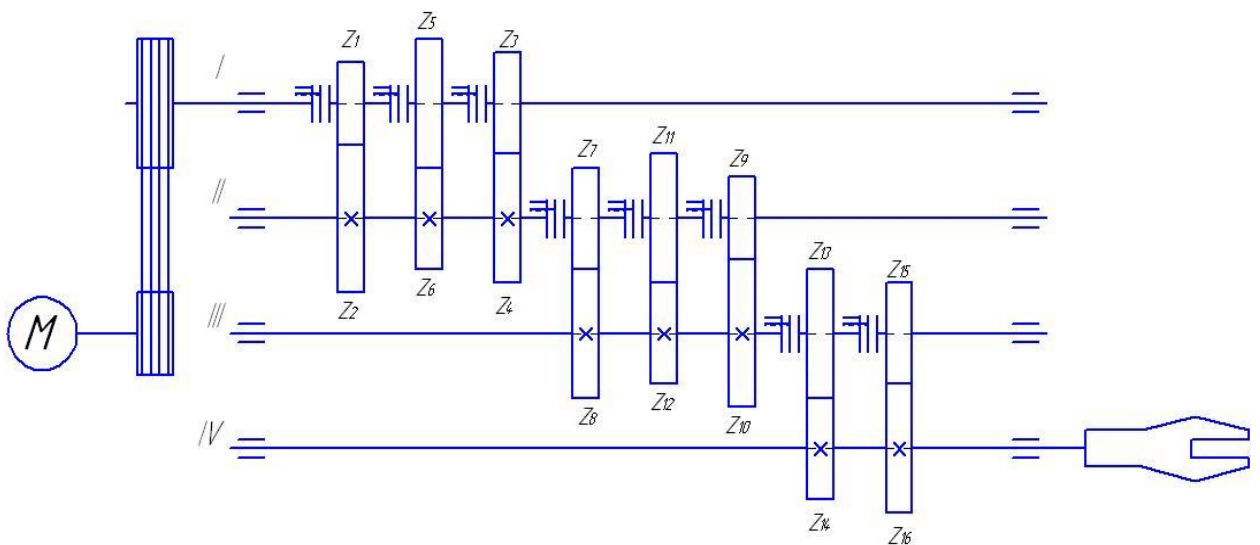

Рис. 6
12. Найдите на представленной схеме (рисунок 6) все муфты. Объясните их назначение